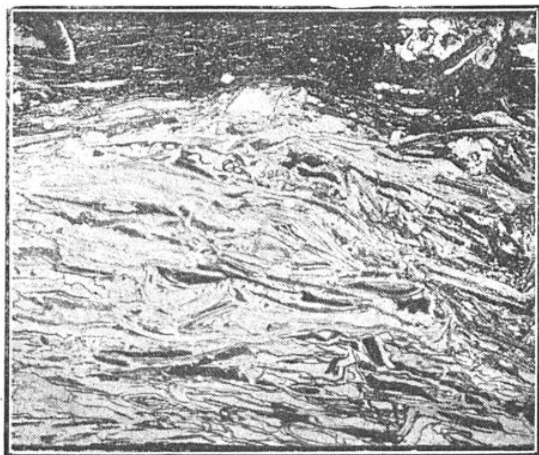

FIG. 1. — ÉCAILLES DE POISSONS DANS UN SCHISTE BITUMINEUX DE BUXIÈRES (ALLIER)
N.D.L.R. — Les photographies fig. 1, 2, 6 et 7 sont extraites du Tome II de « La pratique Dermatologique » (article du professeur Gougerot). — Masson, éditeur, Paris.